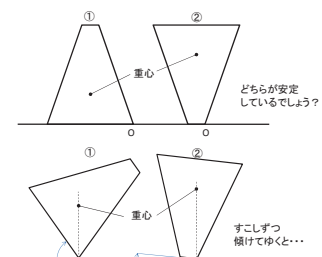

Figura 2.
El centro de gravedad es muy importante cuando se piensa en la estabilidad de los objetos. Consideremos el trapecio se muestra en la figura 2 (arriba). En (1), el lado más largo en la parte inferior. En (2), el lado más corto se encuentra en la parte inferior. ¿Cuál te parece más estable? La respuesta es fácil: el trapecio en (2) parece ser muy inestable. Esto puedes verificar por la inclinación poco a poco como se muestra en la figura 2 (abajo). En cualquier caso, cuando el centro de gravedad se mueve a la derecha de una línea imaginaria que se extiende hacia arriba, el trapecio se cae a la derecha. Podemos ver que los ángulos en (1) y (2) son completamente diferentes.